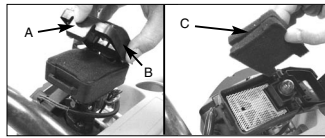

Fig. 6
1. Presione la etiqueta (A) teniendo la cubierta aérea del filtro en su lugar, quit la cubierta (B) y levante el filtro (C) de la caja aérea (Fig. 6).